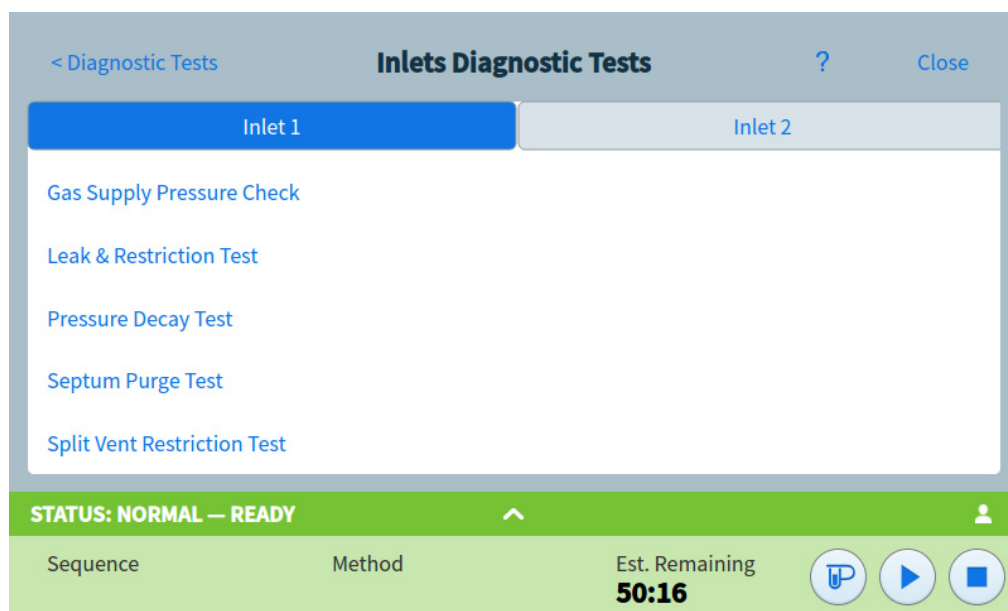

Figure 29. Page Tests de diagnostic de l'injecteur
- 3 Sélectionnez **Injecteurs**, **Détecteurs**, ou **Autres**, selon ce que vous souhaitez. La page correspondante s'affiche. Par exemple, la page Tests de diagnostic de l'injecteur apparaît en sélectionnant **Injecteurs**. Voir **Figure 29**.